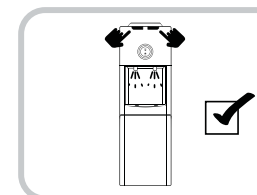

Fig.3
6. Prenda el interruptor de agua caliente, espere un par de minutos y luego prenda el interruptor de agua fría. Permita que la unidad alcance las temperaturas mínimas del agua caliente y agua fría. Esto tomará aproximadamente 45 minutos y las Luces Indicadoras se apagarán. (Fig. 3)